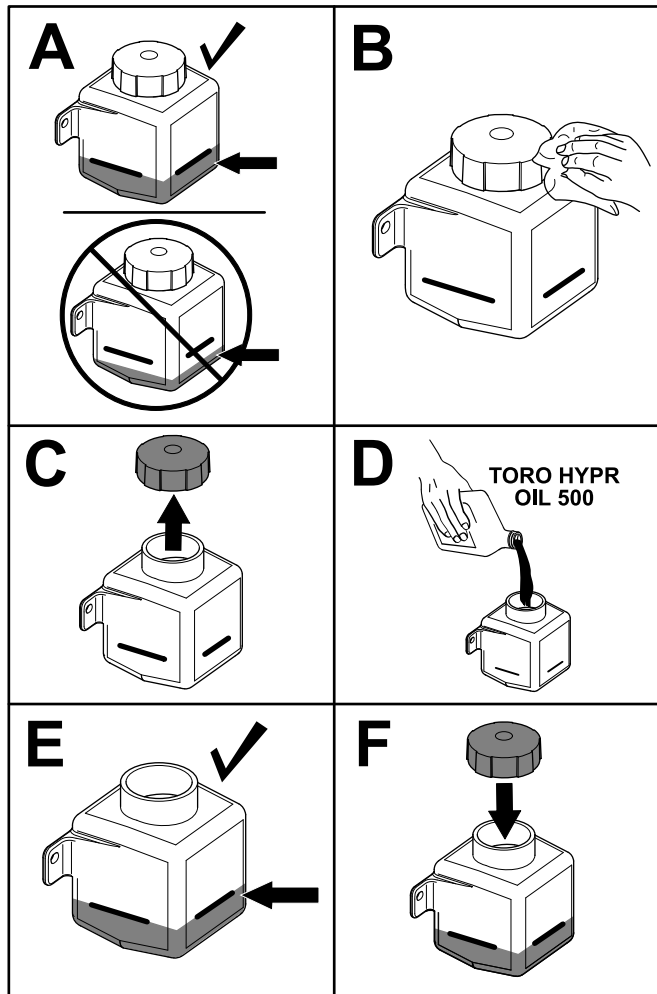

Figura 61
4. Controllate il livello del fluido sul lato del serbatoio idraulico (Figura 61). Proseguite nella procedura se il livello è inferiore a quello del riempimento a freddo.
5. Pulite la zona attorno al tappo del serbatoio idraulico (Figura 61).
6. Togliete il tappo dal collo del bocchettone e rabboccate il serbatoio sino a raggiungere il livello di riempimento a freddo (Figura 61).
7. Montate il tappo sul serbatoio (Figura 61).